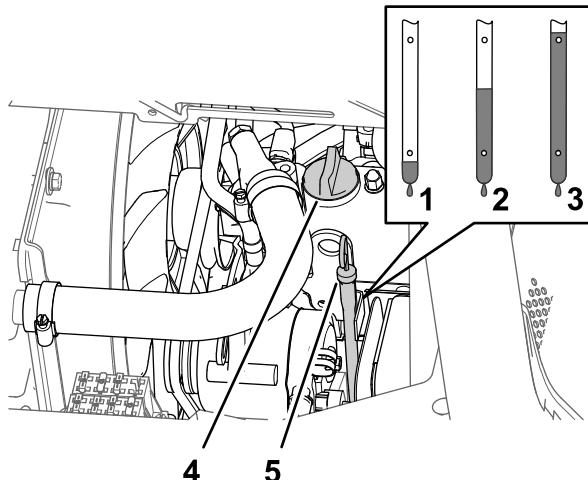

図 68
- エンジンバルブカバー図 68 からオイル補給口のキャップを取り、所要量の約 80% のオイルを入れる。
- ディップスティックの目盛りで油量を点検する図 68。
- ディップスティックの FULL マークに達するまで補給口から残りのオイルをゆっくりと補給する図 68。
- 補給口にキャップとディップスティックを取り付ける図 68。